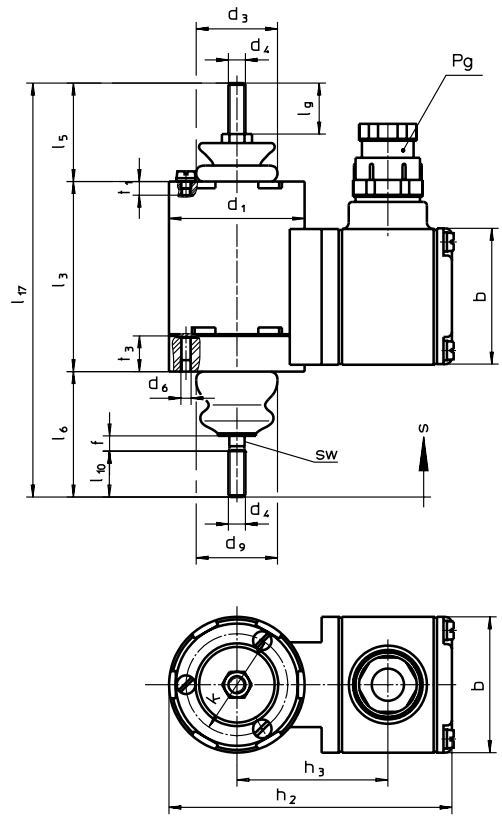

Bild 9: G TCA 040 X43 A04 bis G TCA 100 X43 A04
- 2 und 3 (siehe Bild 9) für Größe 040 bis 060 und
(fehlende Maße siehe Bild 9)